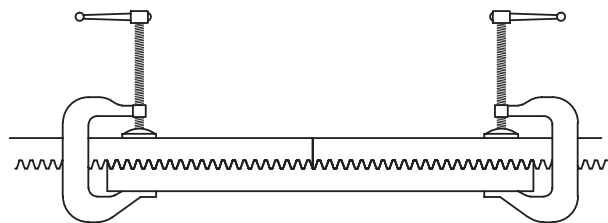

Fig. 1
- To ensure that subsequent sections of rack are aligned correctly and maintain the correct tooth pitch, we recommend installing the rack sections with connector pieces as shown in fig. 1.
- Für eine korrekte Ausrichtung und den richtigen Abstand zwischen den zwei Teilen der Zahnstange wird empfohlen, bei der Befestigung ein Verbindungselement zu verwenden, wie in Abb. 1 gezeigt.
- Pour un alignement et un pas corrects entre deux pièces de crémaillère, il est conseillé d'utiliser un élément de raccord en phase de fixation comme indiqué dans la fig. 1.
- Para efectuar la alineación y el paso correctos entre las dos partes de cremallera, conviene utilizar un elemento de empalme durante la fijación como se indica en la fig. 1.
- Para um alinhamento e passo correto entre duas peças de cremalheira, é recomendado o uso de um elemento de ligação na fase de fixação, conforme indicado na fig. 1.